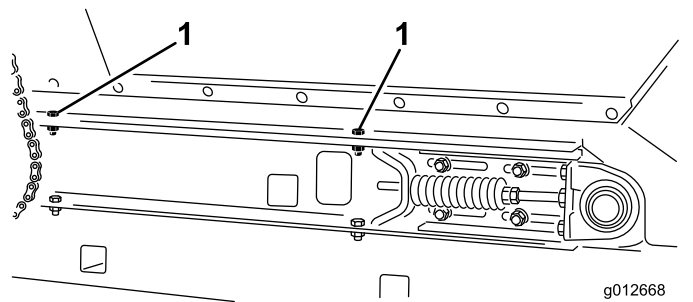

Figura 32
4. A cada lado de la máquina, fije la tolva a los travesaños del bastidor deslizante (Figura 32) con los 2 tornillos, 2 arandelas y 2 contratueras que retiró en Desmontaje de la plataforma deslizante \(página 24\).